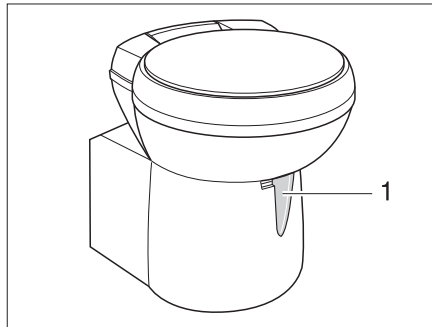

Fig. 351 Cuvette Thetford, orientable
- Avant d'actionner la chasse d'eau, ouvrir le curseur des toilettes Thetford. Pousser pour cela le levier du curseur (Fig. 351,1) dans le sens inverse des aiguilles d'une montre.
- Pousser le levier du curseur (Fig. 351,1) dans le sens des aiguilles d'une montre. Le curseur se ferme. Pour la vidange il **faut** que le curseur des toilettes Thetford soit fermé.